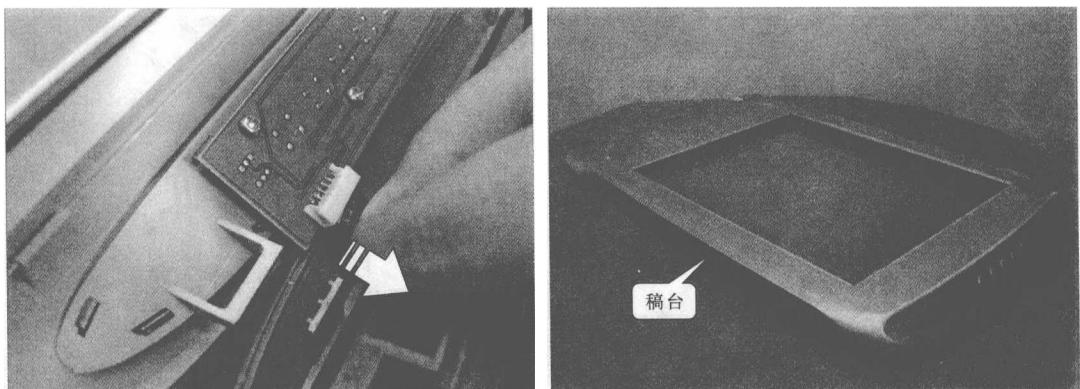

图 1-6 取下数据线和稿台
(4) 将连接操作显示电路的数据线从接口上取下来，就可以将稿台从扫描仪上取下来了，如图 1-6 所示。